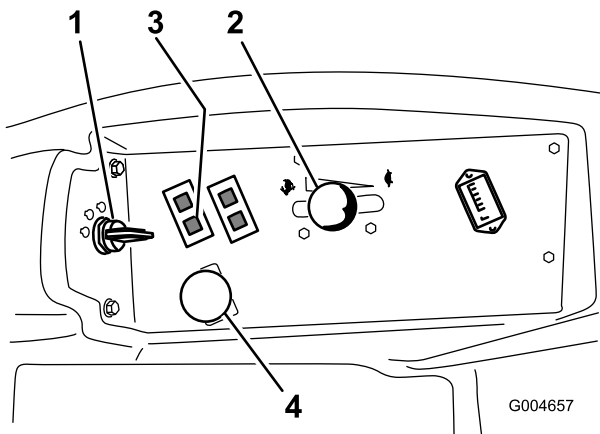

Figura 47
4. Mueva la toma de fuerza (PTO) a la posición Desengranada (Figura 47).
5. Ponga la palanca del acelerador en un punto intermedio entre las posiciones Lento y Rápido (Figura 47).